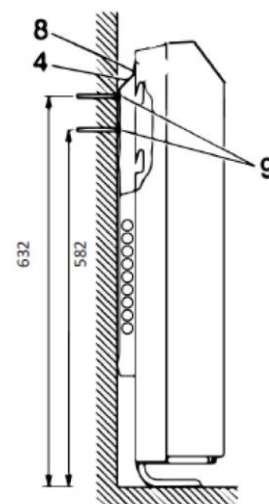

Fig. 1
Men zal eerst de rugplaat (4), fig. 1 en 2, aan de wand bevestigen.
Los de vijzen (1), Fig. 1 en verwijder het voorpaneel.
Stapel eerst de achterste rij stenen (5) Fig. 1 mooi verticaal op elkaar en goed aansluitend tegen de achterwand. Start aan de linkerkant met de montage, tegen het zijpaneel.
Plaats de voorste rij stenen (7) Fig. 1 zodat de verwarmingselementen mooi ingesloten zitten tussen de voorste en de achterste rij stenen.